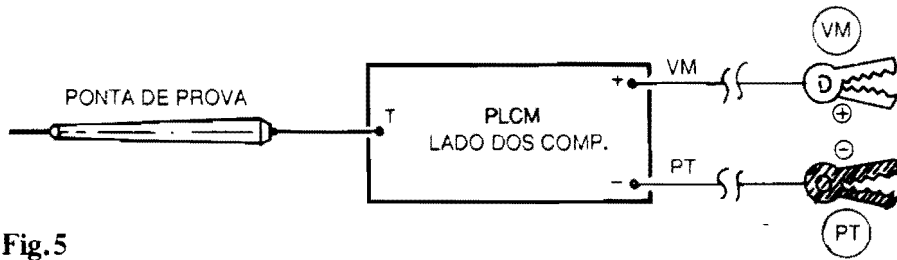

Fig. 5
- FIG. 5 - CONEXÕES EXTERNAS À PLACA - As (poucas...) ligações externas resumem-se na conexão da ponta de prova (ao ponto T...) e da cabagem polarizada (**positivo** = vermelho, **negativo** = preto) às duas ilhas destinadas à entrada da alimentação... Observem que os dois cabos polarizados de alimentação "terminam" (nas extremidades "longe" da placa...) nas respectivas garras "jacaré" (também com as cores codificando as polaridades...). Esses cabos, destinados à